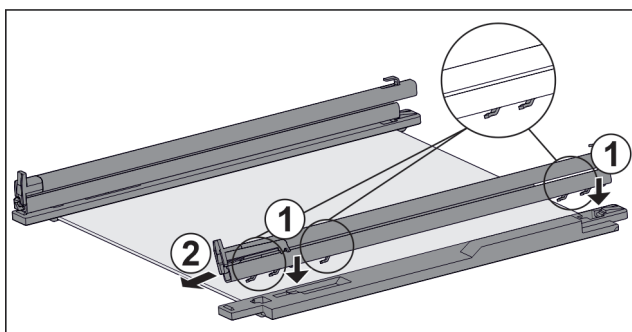

Fig. 154 Steklena plošča z vodili in držalnimi deli
- ▶ Kavelj vodila namestite na odprtine **levega** držalnega dela. Fig. 154 (1)
- ▶ Vodilo potisnite proti sprednji strani. Fig. 154 (2)
- ▶ Kavelj vodila namestite na odprtine **desnega** držalnega dela. Fig. 154 (1)